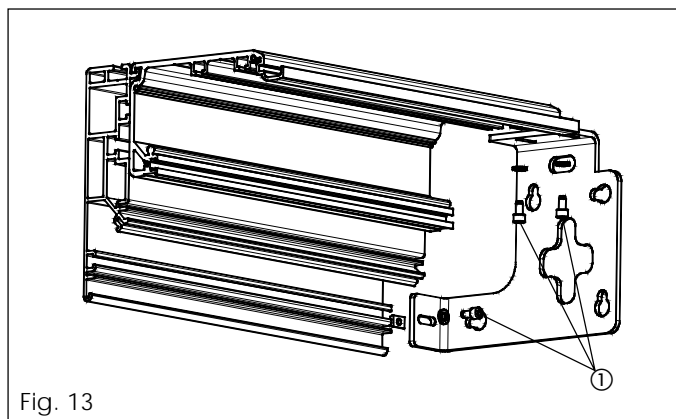

Fig. 13
- Positionner les plaquettes dans les logements spécifiques et fixer les plaques latérales avec les trois vis de fixation M6 (fig. 13 réf. ①).